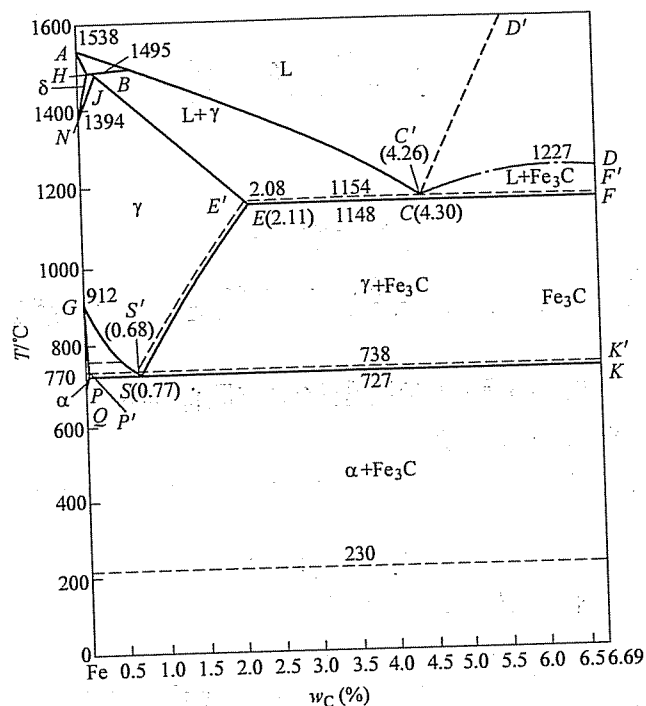

图 1-1 第四题图
- 四、(10 分) 根据图 1-1 所示的铁碳平衡相图，回答以下问题：